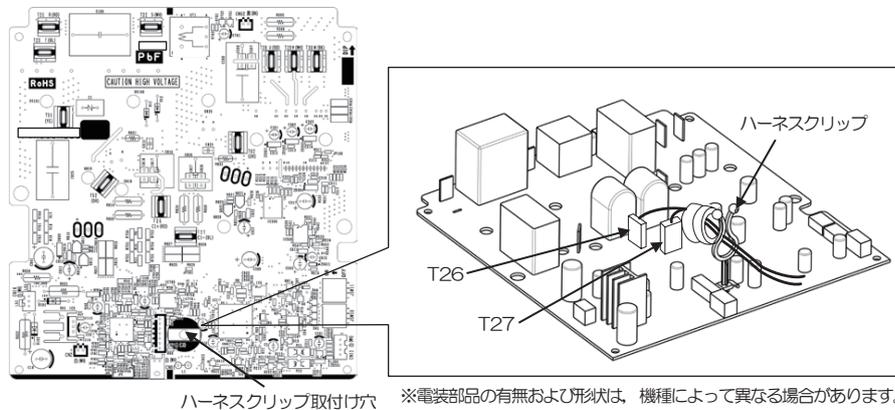

図4. ハーネス固定図
8) 付属のハーネスクリップを図4に従ってインバータ基板に取付け、ハーネスを固定してください。